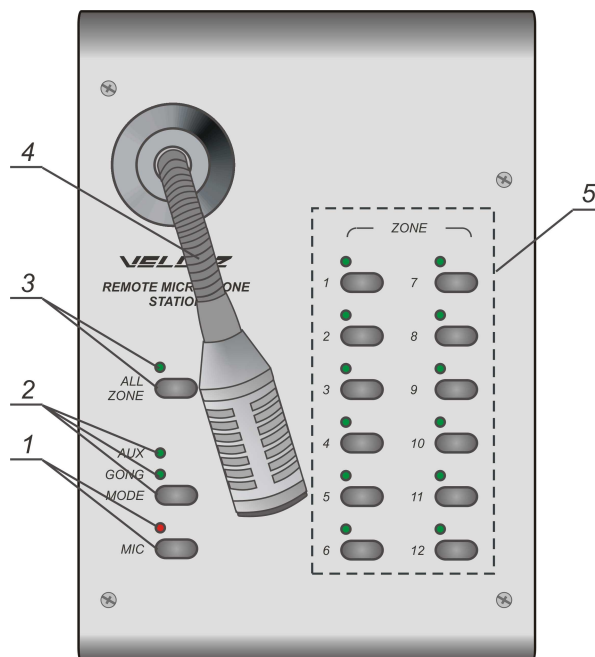

Рисунок 10
9.5 Размещение и назначение органов управления на передней панели пульта микрофонного приведено на рис. 10